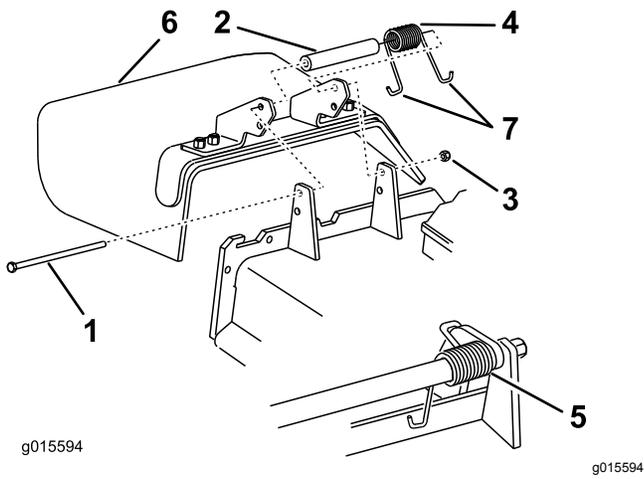

Figura 103
1. Retire la contratuerca, el perno, el muelle y el espaciador que sujetan el deflector a los soportes de pivote (Figura 103).
2. Retire el deflector de hierba dañado o desgastado (Figura 103).
Nota: Asegúrese de colocar un extremo con gancho en **J** del muelle detrás del reborde de la carcasa antes de instalar el perno, según se muestra en Figura 103.
6. Coloque 1 extremo en **J** del muelle alrededor del deflector de hierba (Figura 103).